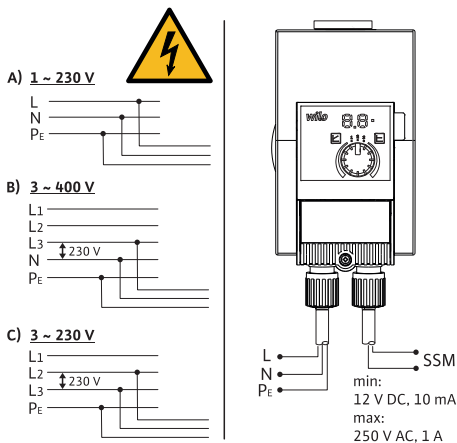

Fig. 3: Можливості під'єднання
- Під'єднувати до мереж низької напруги 230 В. У разі під'єднання до мереж IT (конфігурація мережі Isol^é Terre) обов'язково переконайтеся, що напруга між фазами (L1-L2, L2-L3, L3-L1 → Fig. 3) не перевищує 230 В.